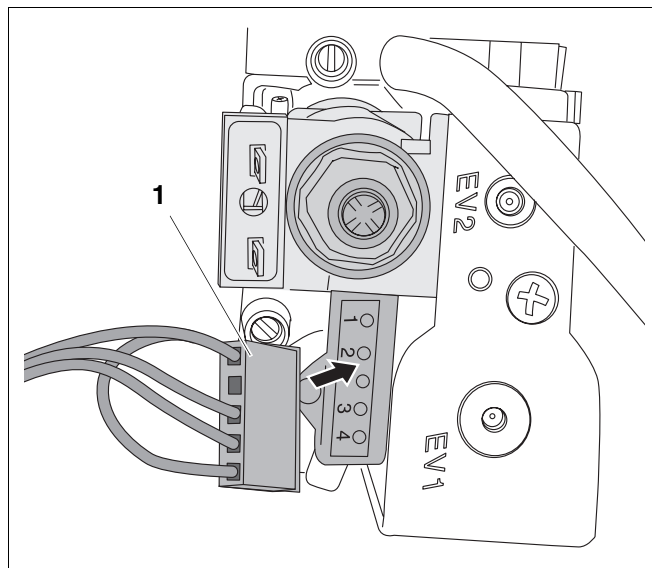

Fig. 24 Vérifier la commande des raccords du brûleur à gaz
- Débrancher la fiche (fig. 24, pos. 1) du bloc gaz.
- Raccorder le dispositif pour mesurer la tension entre les contacts 3 et 4 (fig. 24, pos. EV1) de la fiche (MB: 230V~).
- Raccorder le dispositif pour mesurer la tension entre les contacts 3 et 1 (fig. 24, pos. EV1) de la fiche.
- Mesurer la résistance entre les contacts 3 et 4 (fig. 24, pos. EV1) du bloc gaz gaz (environ 900 W).
- Mesurer la résistance entre les contacts 3 et 1 (fig. 24, pos. EV1) du bloc gaz gaz (environ 6500 W).